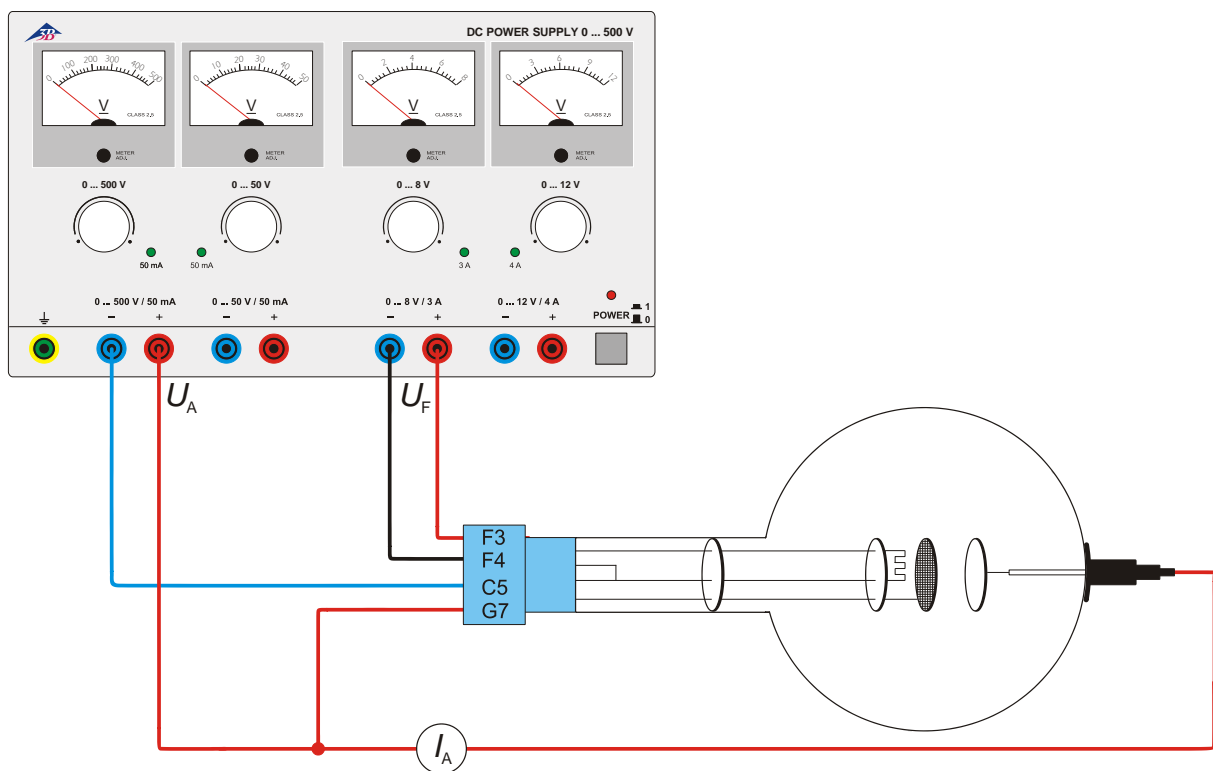

Fig. 2 Décharge semiautonome
- Montez le circuit de la figure 2.